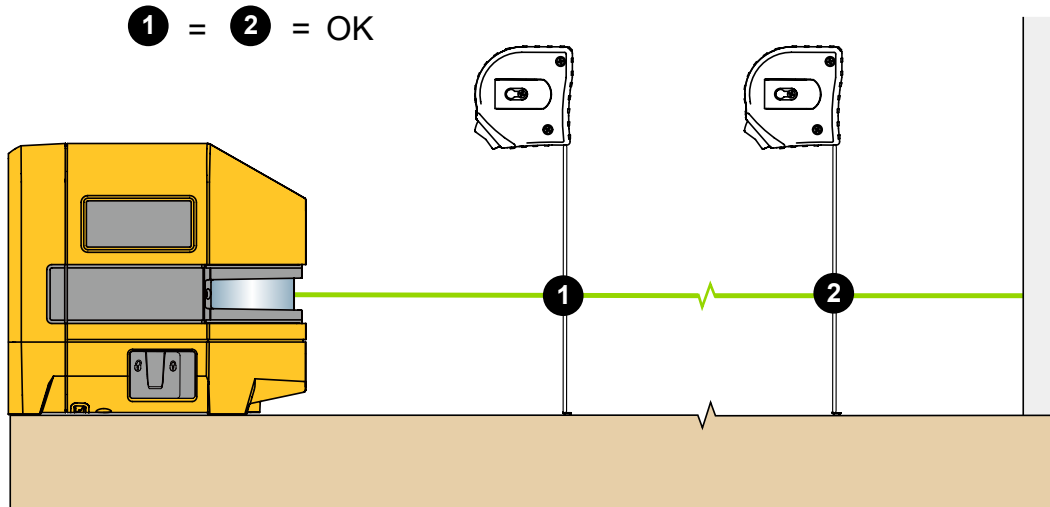

Figur 3. Ny vertikal innretting
2. Slå på den vertikale laseren, og rett den mot målområdet. Se Figur 3.